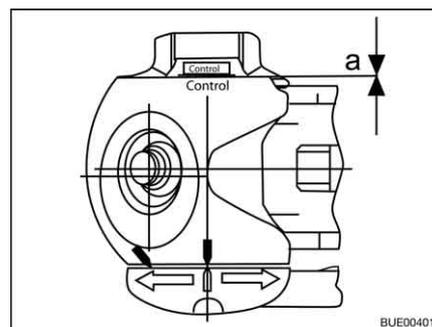

Fig. 189 Control de desgaste
- Distancia  $a = 0$  (Fig. 189): Controlar los forros de fricción y cambiarlos si es necesario.